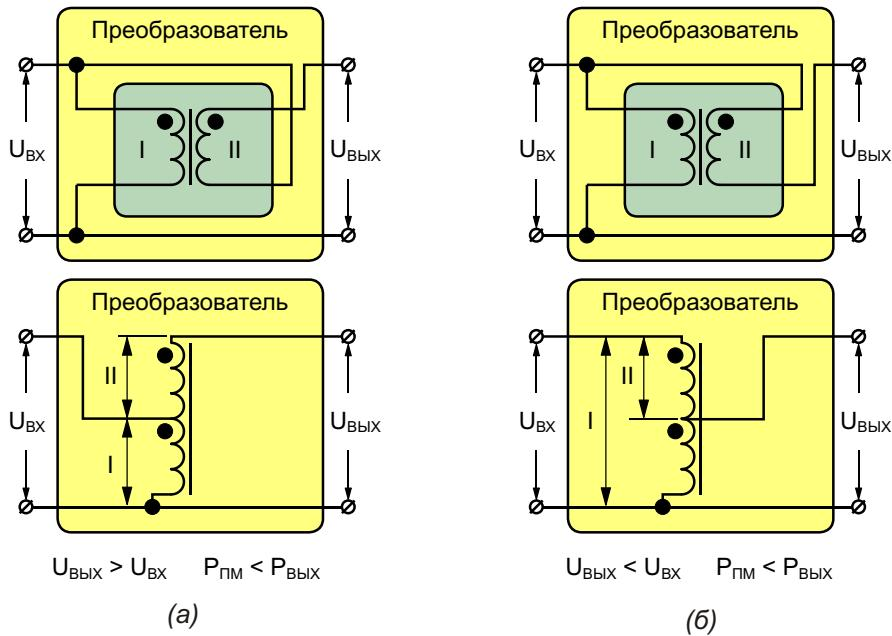
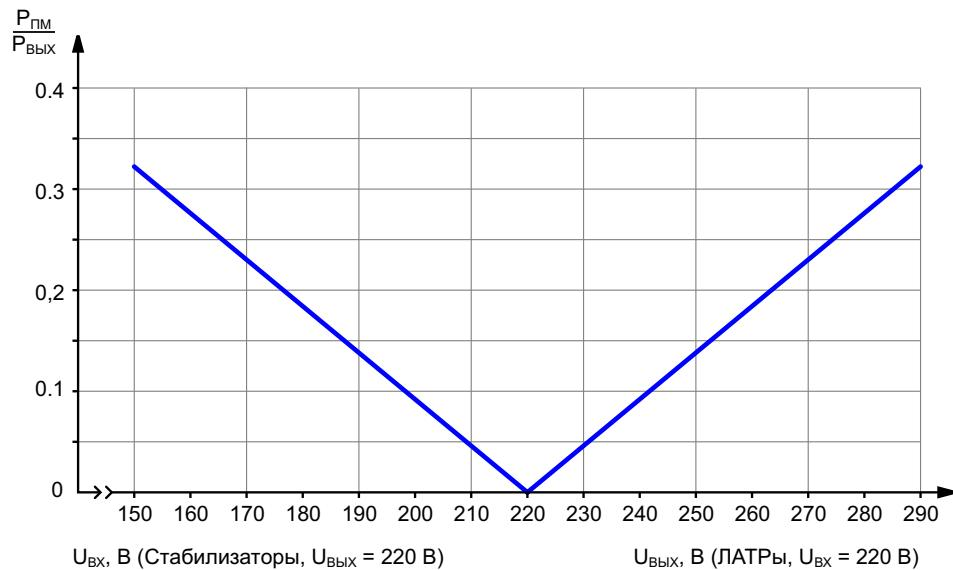

Рисунок 3. Изменение величины входного напряжения с помощью автотрансформатора в сторону увеличения (а) и уменьшения (б).
Рисунок 4. Зависимость преобразуемой мощности от величины входного (для стабилизаторов) и выходного (для ЛАТРов) напряжения.
чаще всего используются автотрансформаторы (Рисунок 3). Принцип работы автотрансформатора аналогичен трансформатору, за исключением того, что через его магнитное поле проходит не вся мощность нагрузки, а только ее часть, которую можно определить по формуле (1). Использование автотрансформатора дает значительный выигрыш в массе и габаритах, особенно, если разница между входным и выходным напряжениями невелика. Так, например, в диапазоне входного (для стабилизаторов) или выходного (для ЛАТРов) напряжения от 150 В до 290 В величина преобразуемой мощности (мощности автотрансформатора) не превышает 35% от мощности нагрузки (Рисунок 4).
Рисунок 4. Контроллер Bq25100 может поддерживать выходное напряжение с точностью 1% и обеспечивать зарядный ток до 250 мА с точностью до 10%. Дополнительная RC-цепочка улучшает стабильность тока при значениях менее 50 мА.
йства bq2510x (Рисунок 4). Эти высокоинтегрированные компактные контроллеры одноэлементных литий-ионных и литий-полимерных аккумуляторов, выпускаемые в корпусах на основе перевернутого кристалла с размерами 1.6 мм × 0.9 мм, позволяют создать законченное решение на плате площадью всего 2.1 мм × 2.2 мм. Ток окончания заряда bq2510x составляет менее 1 мА, что дает возможность максимально использовать